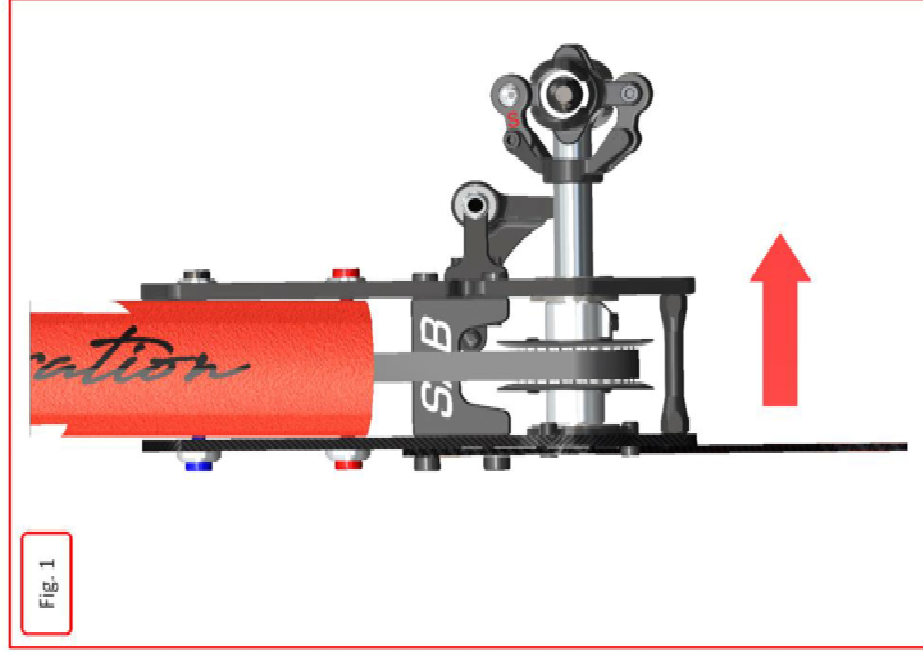
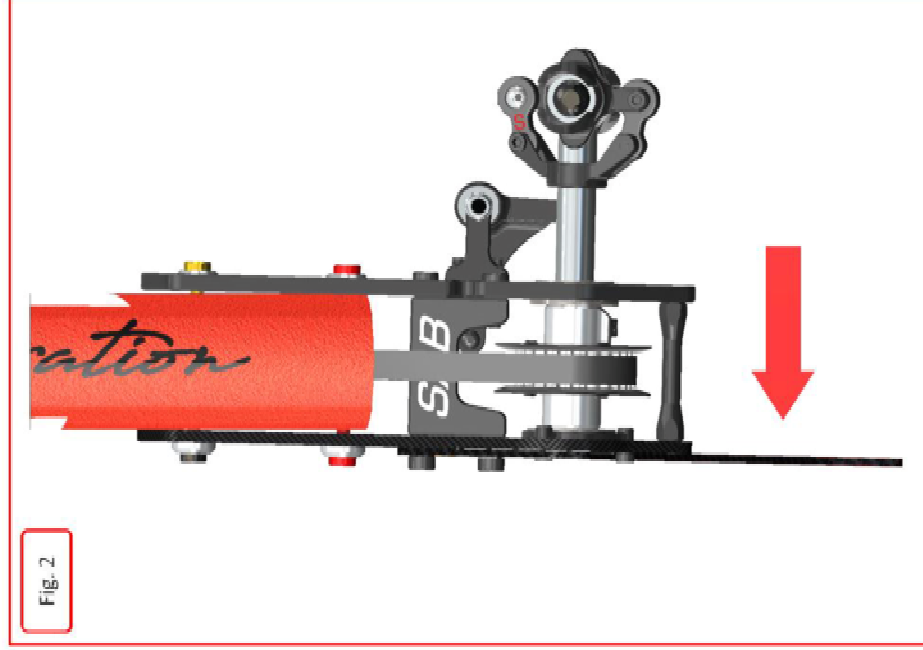

Fig. 1
Fig. 2
- Vorerst nur die in Fig. 2 in schwarz dargestellten Schrauben festziehen.
Das Heckgehäuse gleichmäßig und geradlinig nach hinten ziehen. Wie in Fig. 3 dargestellt, muss die Heckrotorwelle exakt 90° zur Längsachse des Modells zu liegen kommen. Die passende Spannung liegt an, sobald die Anzeige am Indikator wie in Fig. 2 dargestellt einen Wert von 0 anzeigt. In dieser Positionen die seitlichen Schrauben am Heckgehäuse festziehen.
Personen die nicht über ausreichend Kraft in den Fingern verfügen um das Heckrotorgehäuse nach hinten zu ziehen, können dieses mit der sog. „zick zack“ Methode in wechselnden Bewegungen nach hinten winden. So dargestellt in Fig. 1 und Fig. 2. Dabei werden die farbige dargestellten Schrauben wechselweise gelöst bzw. festgezogen.